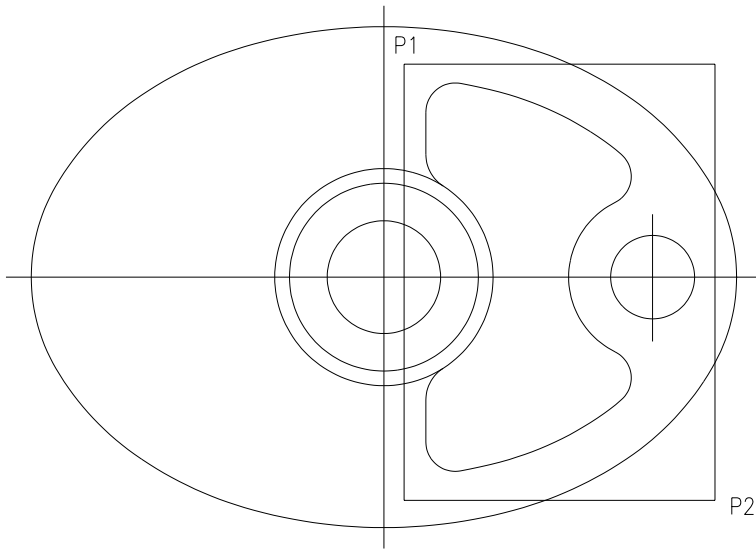

Fig. 3.16
6. Pentru a putea realiza racordările conturului interior al flanșei, este necesar să descompunem arcele de elipsă rămase în elementele componente (arce de cerc). După introducerea razelor de racordare corespunzătoare, rezultatul acestei operații este prezentat în fig. 3.16.
7. Oglindirea părții din dreapta pentru a obține întreg conturul flanșei (fig. 3.16). Ștergerea celor două arce de cerc rămase după oglindire, și schimbarea tipului de linie al axelor de simetrie.